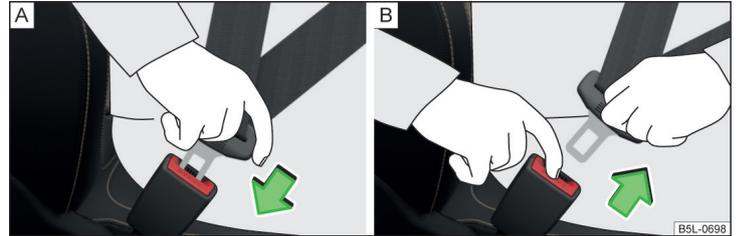

Abb. 5 Sicherheitsgurt anlegen / ablegen
- Die Schlosszunge in das zum Sitz gehörende Gurtschloss » Abb. 5 - **A** stecken, bis diese hörbar einrastet.
- Die Schlosszunge fassen und die rote Taste im Gurtschloss drücken » Abb. 5 - **B**, die Schlosszunge springt heraus.